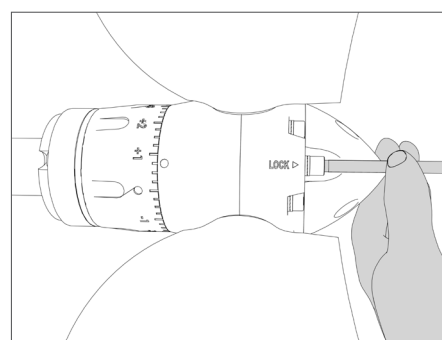

FIG. 27 | Serrer la vis d'arrêt
- Revisser la vis d'arrêt **F** (Fig. 27) en vérifiant que la vis entre correctement et facilement dans son logement (si la vis a du mal à se visser, jouer avec la bague et visser doucement la vis afin qu'elle rentre correctement dans son logement). La vis de réglage est équipée d'une rondelle anti-dévisage en deux moitiés, attention à ne pas la perdre, il est également recommandé de ne pas serrer la vis de réglage trop fort, max 7 Nm (0,7 Kgm).